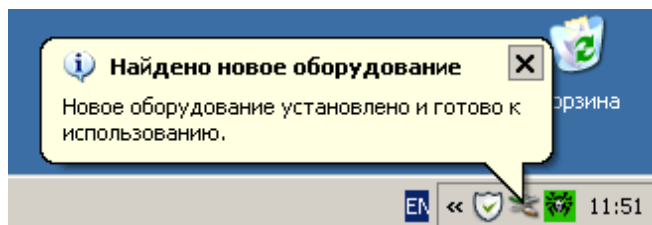

Рис.22. Всплывающее сообщение готовности работы нового оборудования
15) Для завершения установки нажать кнопку "Готово". При этом в системе в области системных часов появится всплывающее сообщение, изображенное на рис.22.